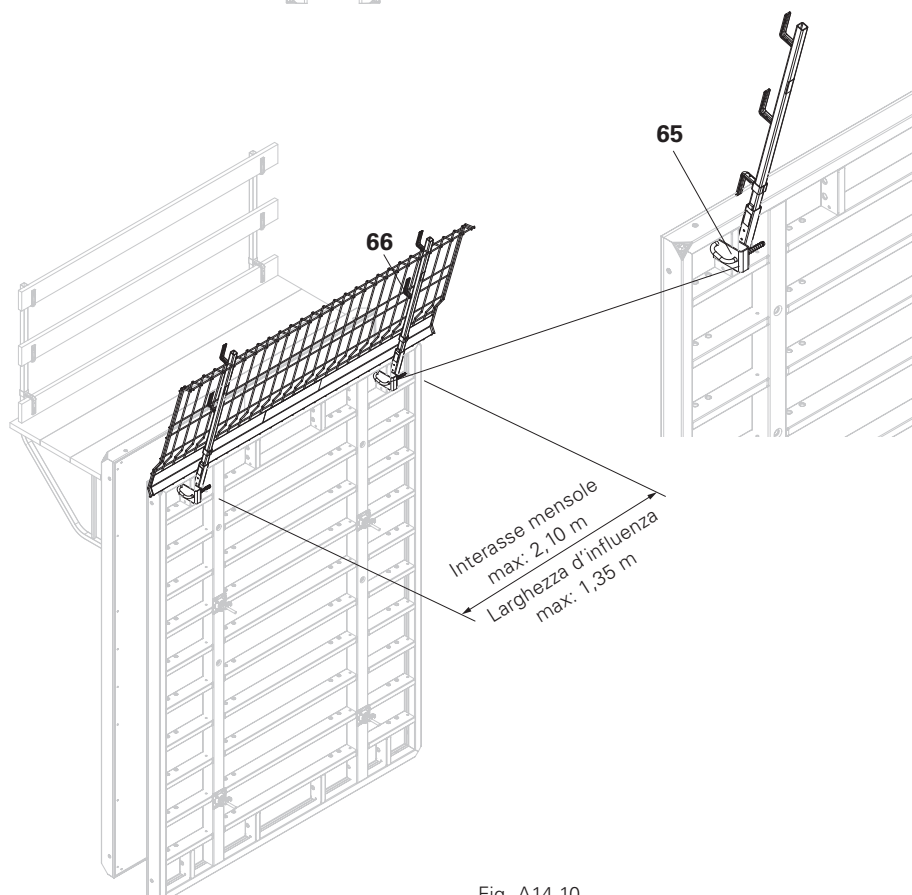

Fig. A14.10
3. Inserire il montante parapetto HSGP (66).
4. Posizionare le tavole in legno inchiodarle-avvitarle (Fig. A14.10).